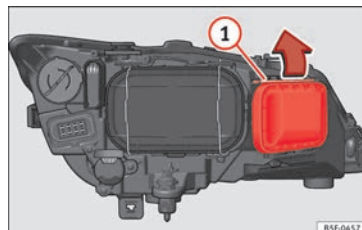

Abb. 105 Glühlampe für Blinklicht
- Verschieben Sie die Strebe » Abb. 105 ① in Pfeilrichtung und nehmen Sie die Abdeckung ab.